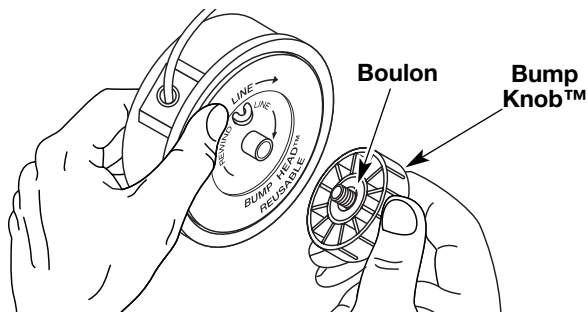

Fig. 15
1. Tenez la bobine extérieure d'une main et dévissez le bouton de butée vers la gauche (Fig. 15). Inspectez le boulon de l'intérieur du bouton de butée pour vous assurer qu'il se déplace librement. Remplacez le bouton de butée s'il est endommagé.
- Tenez la bobine extérieure d'une main et dévissez le bouton de butée vers la gauche (Fig. 15). Inspectez le boulon à l'intérieur du bouton de butée pour vous assurer qu'il se déplace librement. Remplacez le bouton de butée s'il est endommagé.